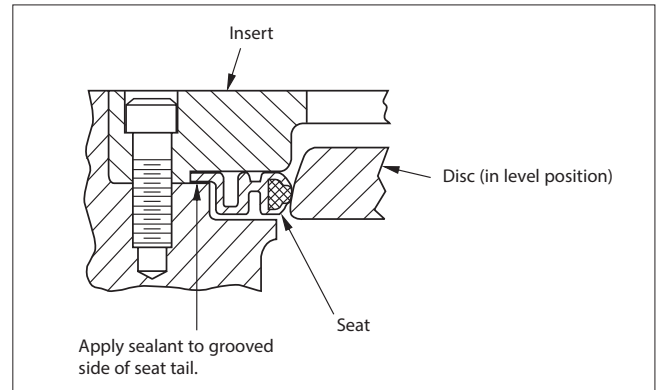

Figure 9.
8. Il est nécessaire d'appliquer une pâte d'étanchéité entre l'arrière du siège et le corps, tel qu'indiqué à la Figure 9. La vanne utilise une pâte d'étanchéité en PTFE. Pour l'installer, appliquez la procédure suivante :
9. Vérifiez que le disque est de niveau, puis installez le siège (5) et la douille (2) (voir Figure 9).